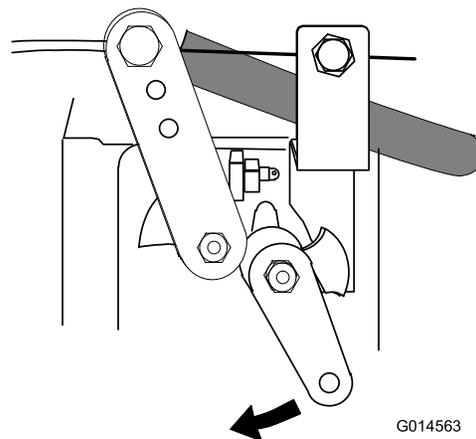

Figura 27
- Girate la chiave di accensione in posizione OFF (0).
Se il motore non si spegne quando la chiave di accensione viene girata posizione OFF (0), spostate in avanti la leva di arresto del motore (Figura 27).